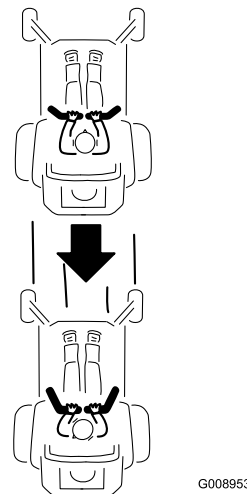

Figura 17
2. Para ir hacia atrás, mire hacia atrás y hacia abajo, y tire hacia atrás lentamente de las palancas de control de movimiento (Figura 17).
Para ir recto, aplique la misma presión a ambas palancas de control de movimiento (Figura 17).